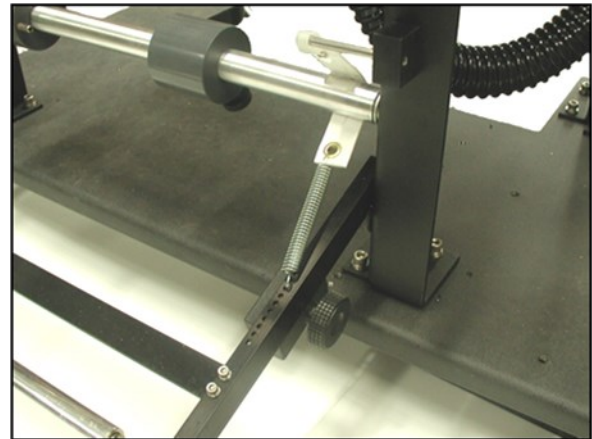

Abb. 2-9B. Abwicklungseinstellungen.
1. Heben Sie den Tänzerarm an, um die Feder zu entspannen. **Abb. 2-9B.**
1. Drehen Sie den Feststellknopf des Tänzergewichts gegen den Uhrzeigersinn, um das Gewicht zu lösen. **Abb. 2-9B.**